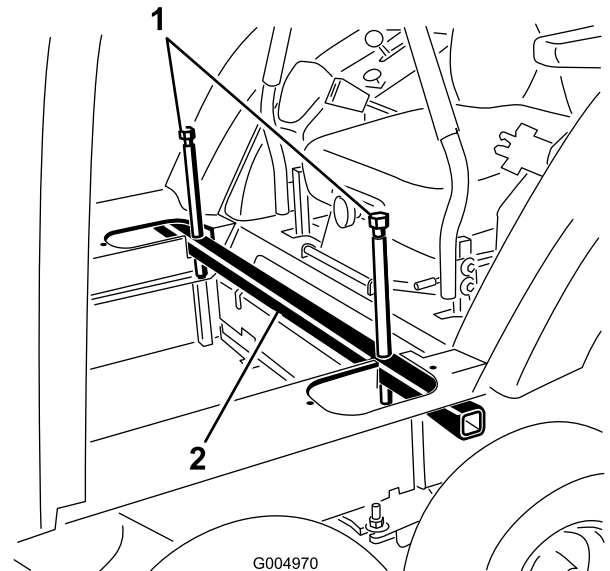

図 80
29. キャブのフロアにある切込み部にキャブ格納保管用ジャッキチューブを取り付ける 図 80。